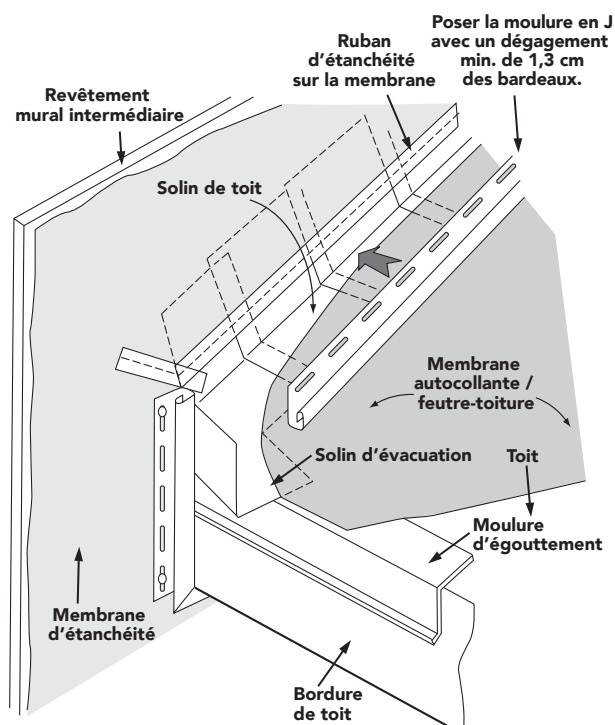

Figure 43
- On peut aussi façonner un solin « d'évacuation » vers la gouttière, en coupant ou en pliant de biais une pièce de solin de toit (cf. Figure 43).
**REMARQUE :** Le solin « d'évacuation » vers la gouttière (Figure 43) dépasse la rive de toit; il est obligatoire dans certaines régions au climat froid.